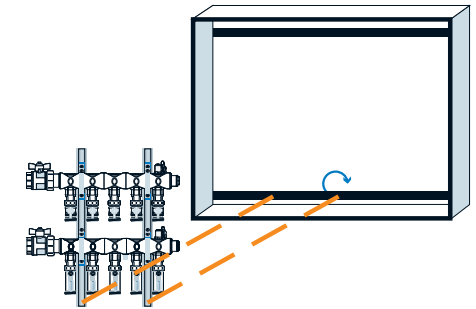

Figure 8 : Installez le collecteur sur le rail inférieur
3. Pour installer l'ensemble collecteur sur le rail inférieur du boîtier, inclinez le haut de l'ensemble vers l'avant et poussez le bas vers l'arrière, afin que le bas des supports verticaux glisse derrière le rebord du rail inférieur (voir **Figure 8**).